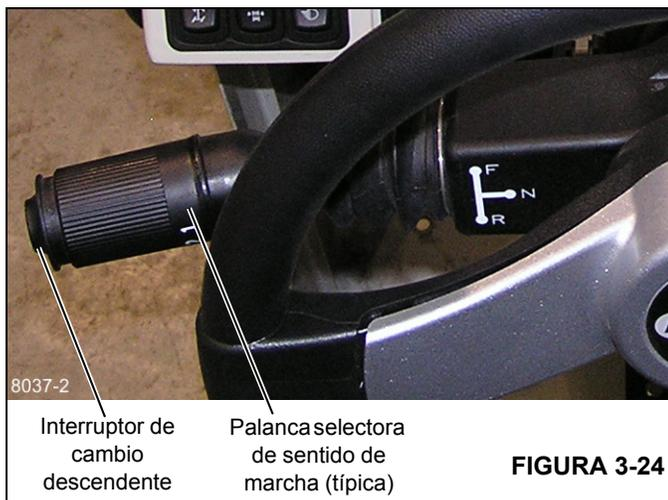

FIGURA 3-24
3. Seleccione la posición de propulsión en avance (F) o retroceso (R) de la palanca de cambios de la transmisión (consulte la Figura 3-24). (Los frenos de servicio se deben aplicar antes de que la transmisión se ponga en marcha).